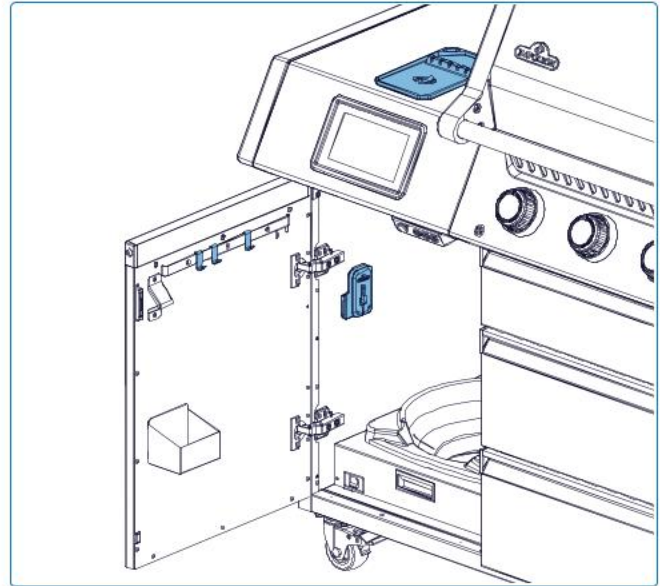

Abb. 9
- Nutzen Sie die Halterungen am Seitenregal zur Aufbewahrung der Sonden während der Kochvorbereitung. Entfernen Sie die Sonden nach Gebrauch und bringen Sie sie ins Haus, um sie vor Witterungseinflüssen zu schützen (**Abb. 9**).